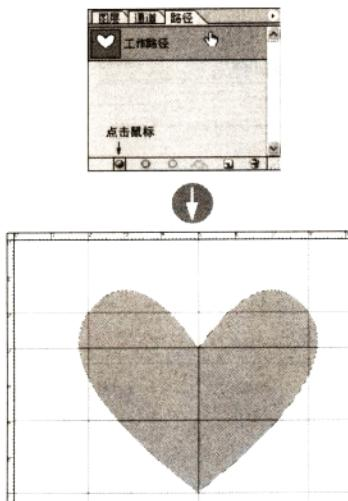

图 1-17
**2** 用鼠标点路径面板下方的“用前景色填充路径”按钮，把橙色颜色填充在里面（图 1-17）。